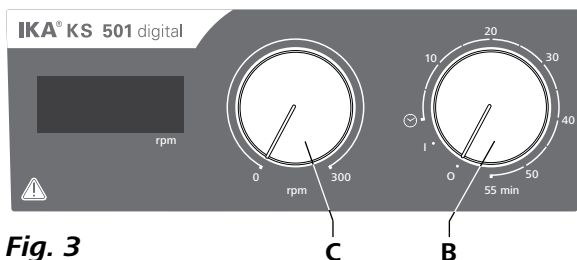

Fig. 3
- ⇒ Seadme käivitamiseks keerake pöördenuppu „**Sisse/Välja**“ ja nupp „**Taimer**“ (**B**, vt **Fig. 3**) päripäeva asendisse „**1**“.
- ⇒ Sisestage mootori pöörete arv reguleerimisnupuga „**Pöörete arv**“ (**C**, vt **Fig. 3**). Pöörete arv on seadistatav vahemikus 0 kuni 300 rpm.